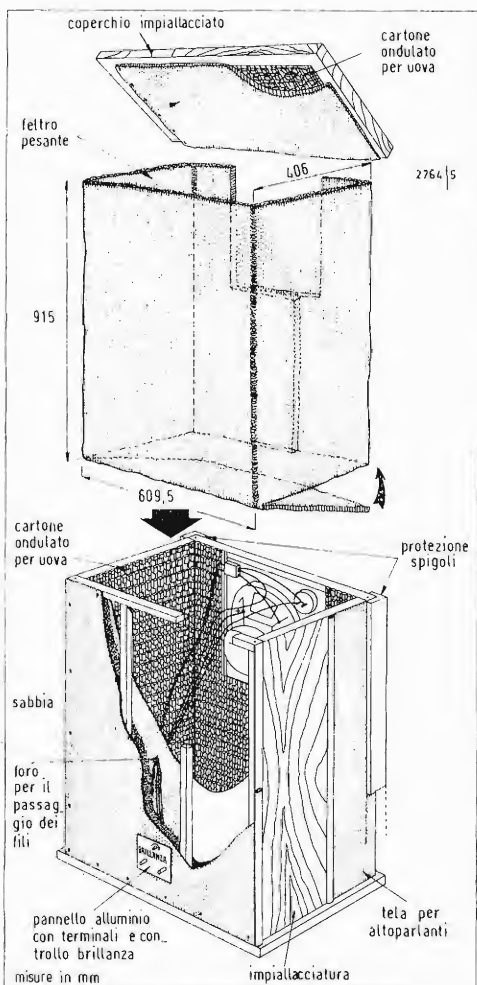

Fig. 5 - Vista esplosa del diffusore che pone in evidenza i vari dettagli costruttivi.
3) Relé fonico (v. fig. 5) - Lo squillo